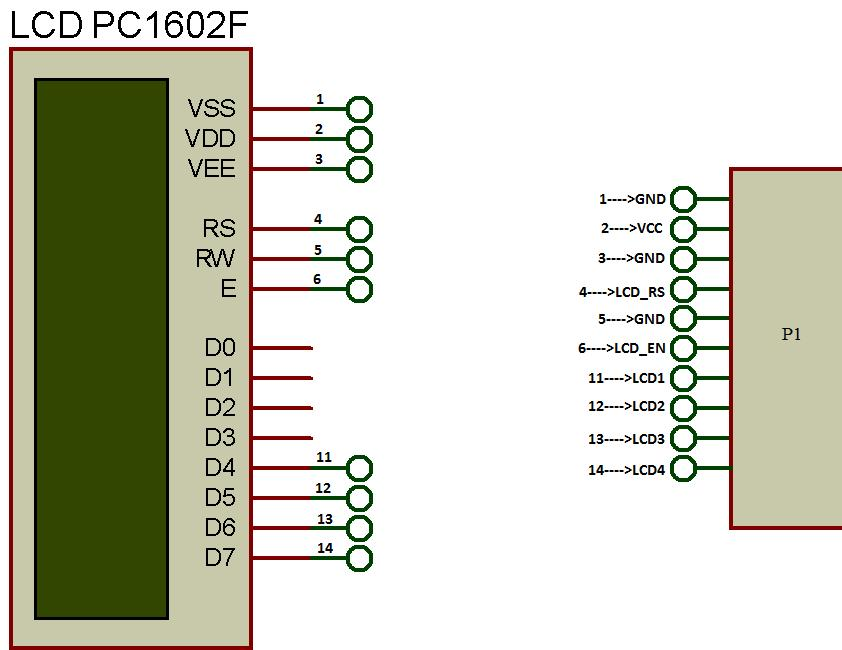

Figura 45: Diagrama esquemático de conexión display LCD 16x2
- **Paso 3:** Sobre la Figura 45 se ilustra el diagrama esquemático para el conexionado del Display sobre la placa. Implementar la conexión que se indica sobre la Sección 4.4 para el Display 7 Segmentos.